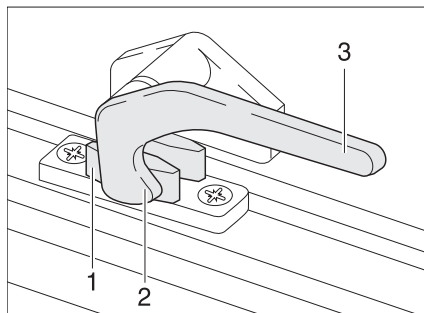

Fig. 33 Levier de verrouillage en position "Fermé"
- Tourner le levier de verrouillage (Fig. 33,3) d'un quart de tour vers le centre de la fenêtre.
- Tourner le levier de verrouillage (Fig. 33,3) d'un quart de tour vers le cadre de la fenêtre. Le tenon de verrouillage (Fig. 33,2) se trouve sur le côté intérieur du verrouillage de fenêtre (Fig. 33,1).
- En position "Fermé" (Fig. 33)